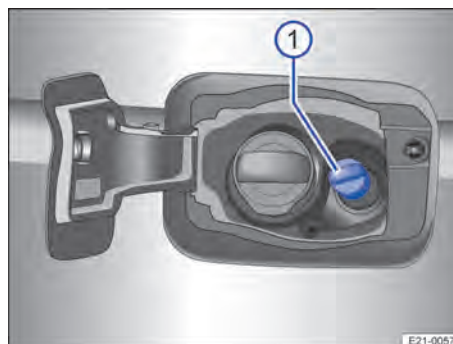

Fig. 174 Derrière la trappe à carburant : bouchon de réservoir d'AdBlue (schéma de principe)
La goulotte de remplissage d'AdBlue® se trouve derrière la trappe à carburant, à côté de la goulotte de remplissage de carburant → fig. 174 ①.